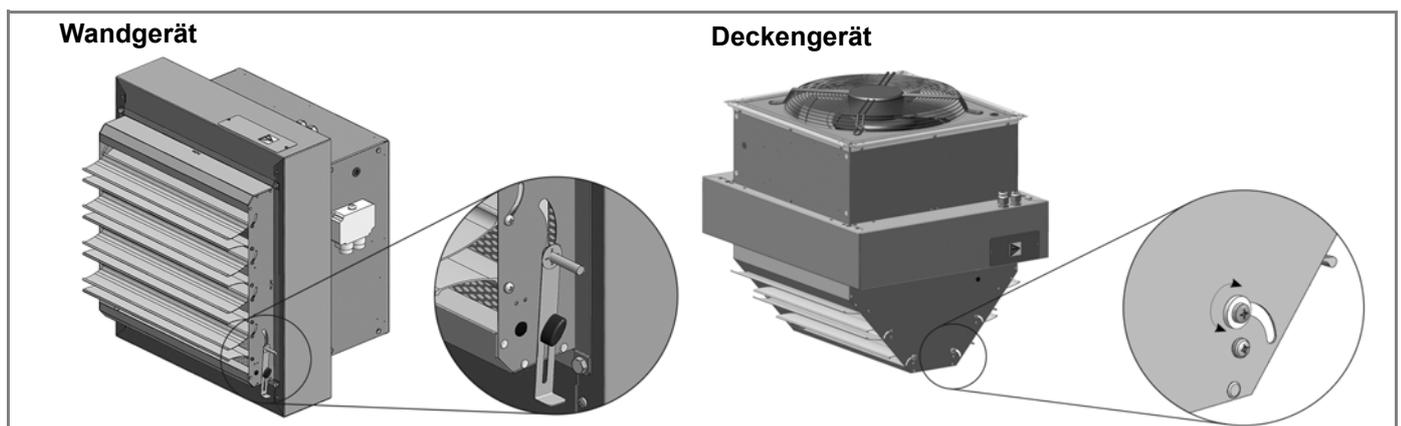

Abb. 6-1: Manuelle Bedienung
- Bei einer Sekundärluft-Jalousie mit Handverstellung erfolgt die Einstellung der Lamellen von Hand /siehe Abb. 6-1), bei einer Ausrüstung mit Stellantrieb wird die Einstellung über einen im Schaltschrank OSHE befindlichen Schalterschalter vorgenommen.